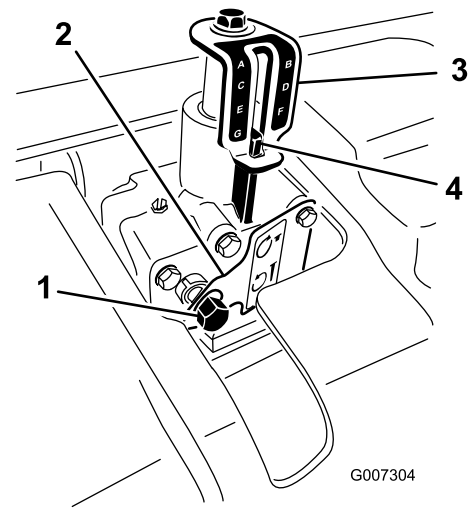

Figure 24
5. Tournez le dispositif de réglage de profondeur dans le sens horaire pour réduire la profondeur d'aération et dans le sens antihoraire pour augmenter la profondeur d'aération (Figure 24).
6. Tournez l'axe d'entrée du dispositif de réglage de profondeur jusqu'à obtention de la profondeur voulue, comme illustré sur l'autocollant de profondeurs (Figure 24).
3. Insérez une douille de 9/16 po munie d'un rochet sur l'axe d'entrée du dispositif de réglage de profondeur (Figure 24).